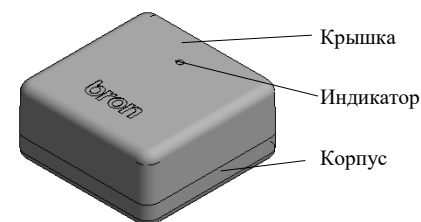

Рисунок 1.1 – Общий вид
1.8 Режим работы устройства отображается светодиодным индикатором зеленого цвета, который размещен сверху корпуса (см. рисунок 1.1).